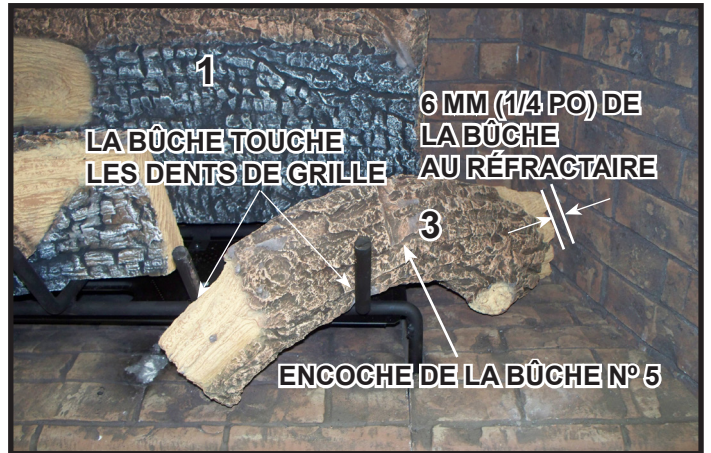

Figure 7.
**Bûche n° 3 (2285-703)** : Placez la bûche dans l'appareil, comme il est indiqué à la figure 7. La bûche n° 3 devrait toucher les dents de grille de droite et du centre droit, en plus de se trouver à environ 6 mm (1/4 po) du côté droit du réfractaire.